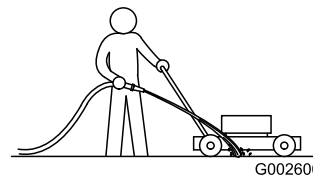

Figura 49
2. Mentre il motore acceso e la lama è innestata, spruzzate un getto d'acqua davanti alla ruota **destra** posteriore (Figura 49).